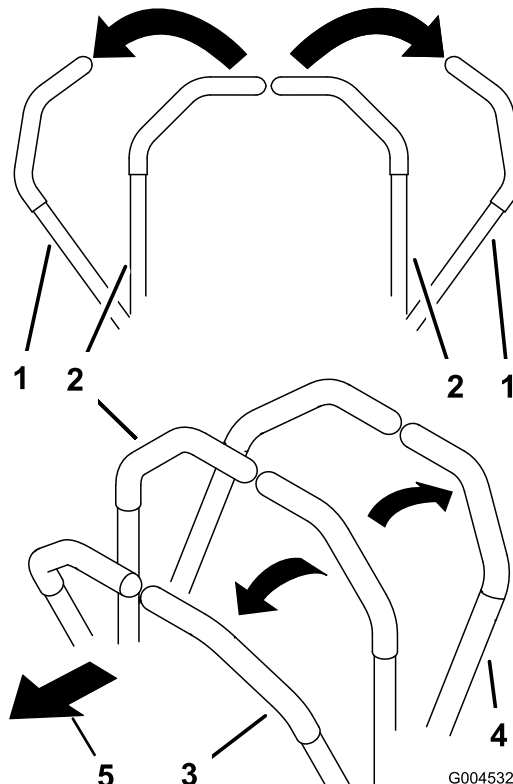

Figura 14
1. Mueva las palancas de control a la posición de BLOQUEO/PUNTO MUERTO (Figura 14).